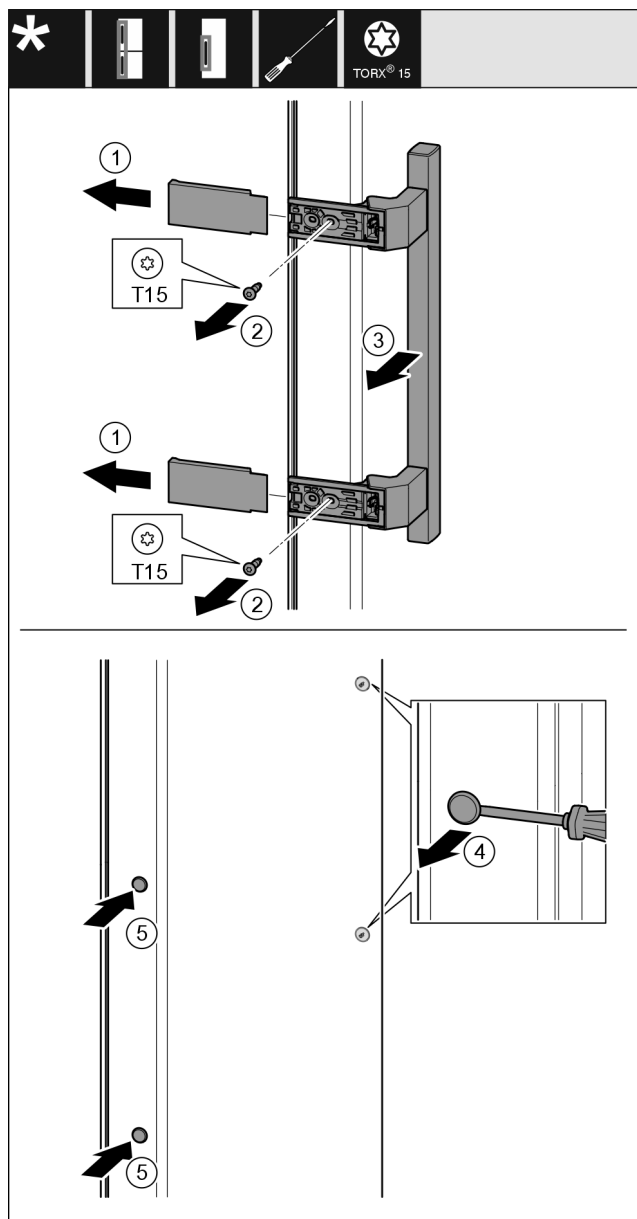

Fig. 19
- ▶ Nutraukite dengiamąją plokštelę Fig. 19 (1).
- ▶ Atsuktuvu išsukite varžtus Fig. 19 (2).
- ▶ Nuimkite rankeną Fig. 19 (3).
- ▶ Šoninį kamštį Fig. 19 (4) atsargiai pakelkite atsuktuvu ir jį ištraukite.
- ▶ Vėl įstatykite kamštį Fig. 19 (5) kitoje pusėje.